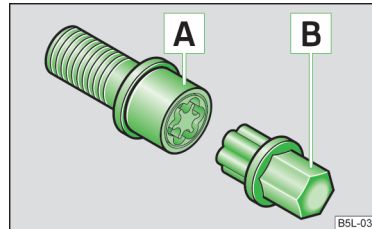

Abb. 143
- Den Adapter  » Abb. 143 mit seiner verzahnten Seite bis zum Anschlag so in die innere Verzahnung der Anti-Diebstahl-Radschraube  stecken, dass nur noch der äußere Sechskant herausragt.